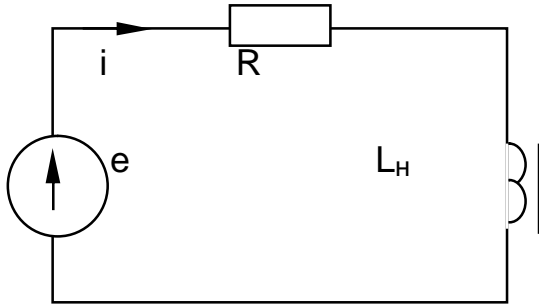
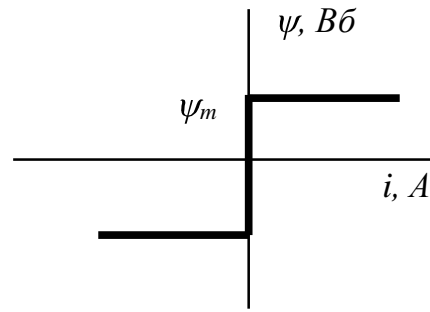

Рис. 19.1
Рис. 19.2
19. К источнику синусоидальной ЭДС $e=10 \sin \omega t$ (рис. 19.1) присоединены линейное активное сопротивление R и нелинейная индуктивность L_H с вебер-амперной характеристикой, изображенной на рис. 19.2, где $\psi_m=0,01 \text{Вб}$, (ψ - потокосцепление, i - ток).